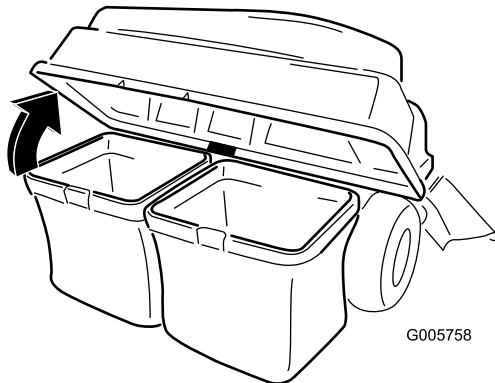

Figure 32
3. Ouvrez (soulevez) le couvercle du système de ramassage (Figure 32).